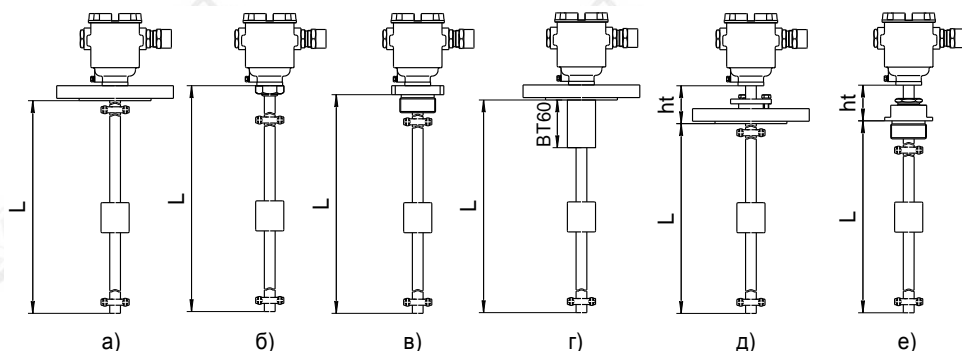

Рисунок 3
2.1.9 ПМП изготавливаются с длиной направляющей в соответствии с 1.2.2. Длина направляющей L – это расстояние от нижней торцевой поверхности направляющей до уплотнительной поверхности устройства крепления (фланца или резьбового штуцера) (рисунок 3). Длина направляющей при заказе указывается в условном обозначении ПМП.
По умолчанию, у ПМП с нерегулируемым устройством крепления устройство крепления приваривается на направляющей вплотную к корпусу (рисунок 3а, 3б, 3в, 3г).
Исполнение с втулкой **ВТ60** (рисунок 3г) применяется для оснащения резервуаров, подверженных при эксплуатации ударам и вибрациям. Конструктивная втулка высотой 60 мм повышает ударо- и вибропрочность сварного соединения направляющей с фланцем.
Для исключения воздействия повышенной температуры (определяется заказом) устройство крепления устанавливается на расстоянии ht от корпуса преобразователя (рисунок 3д, 3е).
б) Транспортный вариант (исполнение **Tr**). Выдерживает воздействие МВВФ, соответствующих группе механического исполнения М30 по ГОСТ 30631. Изготавливается с длиной направляющей от 100 мм до 2500 мм и только с фланцевыми нерегулируемыми устройствами крепления. Данный вариант исполнения с длиной направляющей более 500 мм имеет конструктивную втулку ВТ60 (рисунок 3г), повышающую ударо- и вибропрочность сварного соединения направляющей с фланцем.